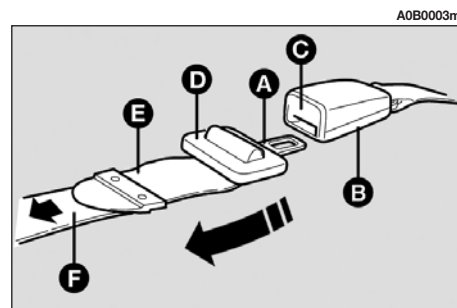

fig. 48
**CEINTURE CENTRALE ARRIERE DE TYPE ABDOMINAL (fig. 48)**